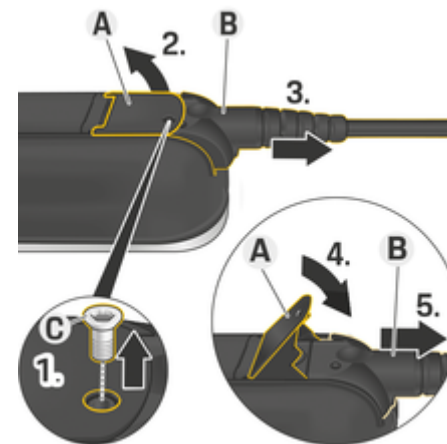

Fig. 11: Débranchement des câbles
1. Retirez la vis **C** (Fig. 11) à l'aide d'un outil adéquat.
2. Levez le levier **A** (Fig. 11).
3. Tirez la fiche **B** (Fig. 11) jusqu'au premier point de résistance.
4. Abaissez le levier **A** (Fig. 11).
5. Débranchez entièrement la fiche **B** (Fig. 11).